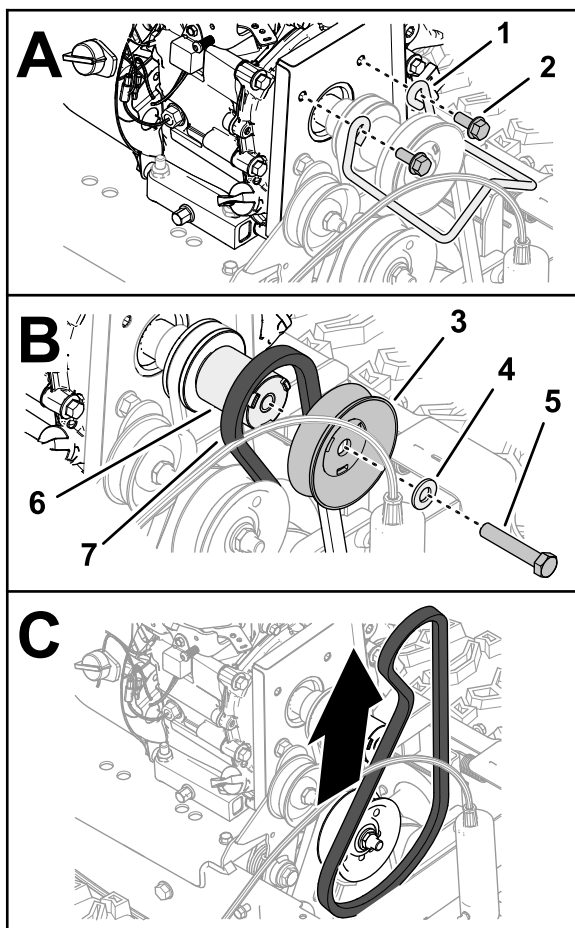

Figure 44
3. Retirez les 2 vis à embase qui fixent le guide-courroie et déposez le guide du moteur (Figure 44).
- Retirez la vis à embase (3/8" x 2") et la rondelle qui fixent la poulie d'entraînement de la brosse au vilebrequin du moteur, et déposez la poulie (Figure 44).